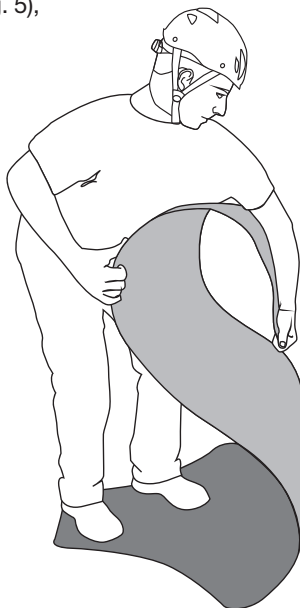

Fig.5
- Togliere il telo **"ROLLY"** dalla sacca di trasporto (O) e rimuovere la fettuccia con cricchetto (N),
- distendere il piano d'appoggio (A) e renderlo piatto riavvolgendo al contrario le estremità e piegando la parte centrale (fig. 5),